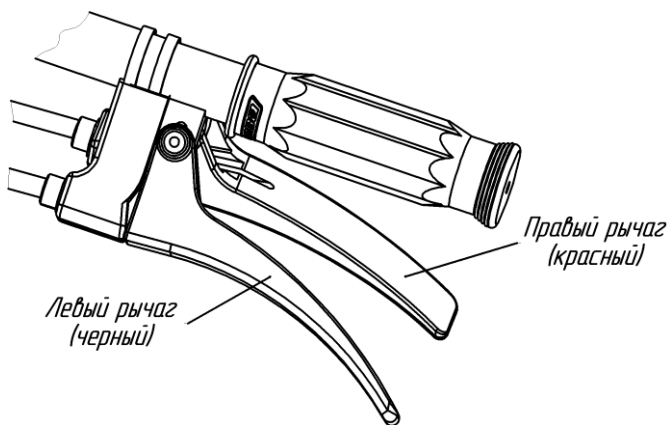

Рис.8 Рычаги разобщения полуосей (колес) мотоблока
**Рычаги разобщения полуосей** – расположены на правой половине руля, служат для **отключения привода левой и правой полуоси редуктора** (левого и правого колеса). Левый рычаг (черный) отключает левую полуось (левое колесо), правый рычаг (красный) – правую полуось (правое колесо) (рис.8, 14).